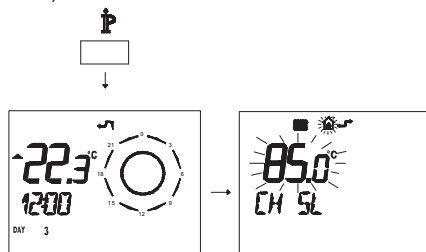

Рисунок 5.71
- Нажмите и удерживайте 3 секунды кнопку **P**, чтобы войти в режим **INFO** (Рисунок 5.71).